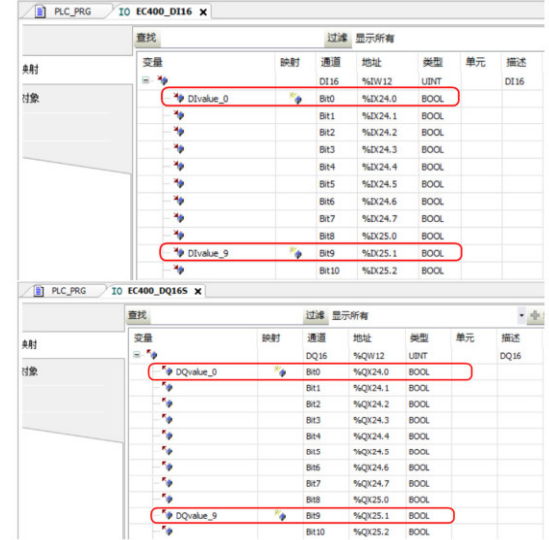

图 5 IO 映射
- 3) 在 IO 模块的 I/O 映射界面, 添加 0、9 通道的映射变量 DValue_0、DValue_9、DQvalue_0、DQvalue_9 (变量自动定义), 如图 5。